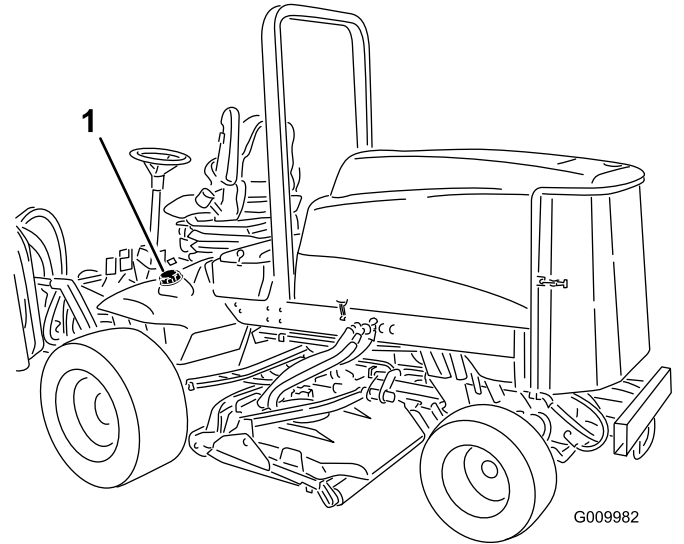

Bild 17
1. Schrauben Sie den Tankdeckel ab (**Bild 17**).